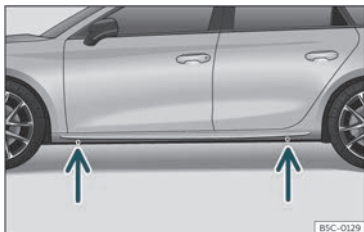

Fig. 38 Punti di appoggio per il cric.
- Individuare nel longherone il punto di appoggio del cric (zona avvallata) più vicino alla ruota da sostituire >>> **fig. 38**.